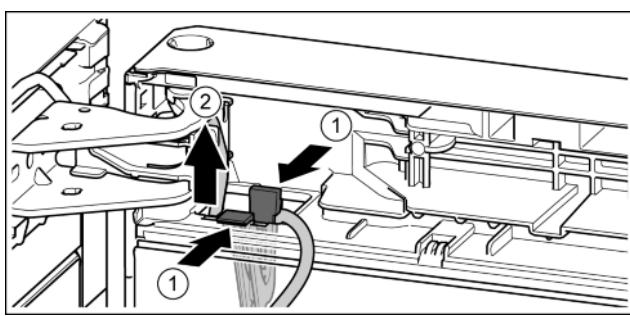

Fig. 23
- Zatlačte na lamelu. *Fig. 23 (1)*
- Vytáhněte držák kabelu s kabelem, který je na něm upevněný. *Fig. 23 (2)*